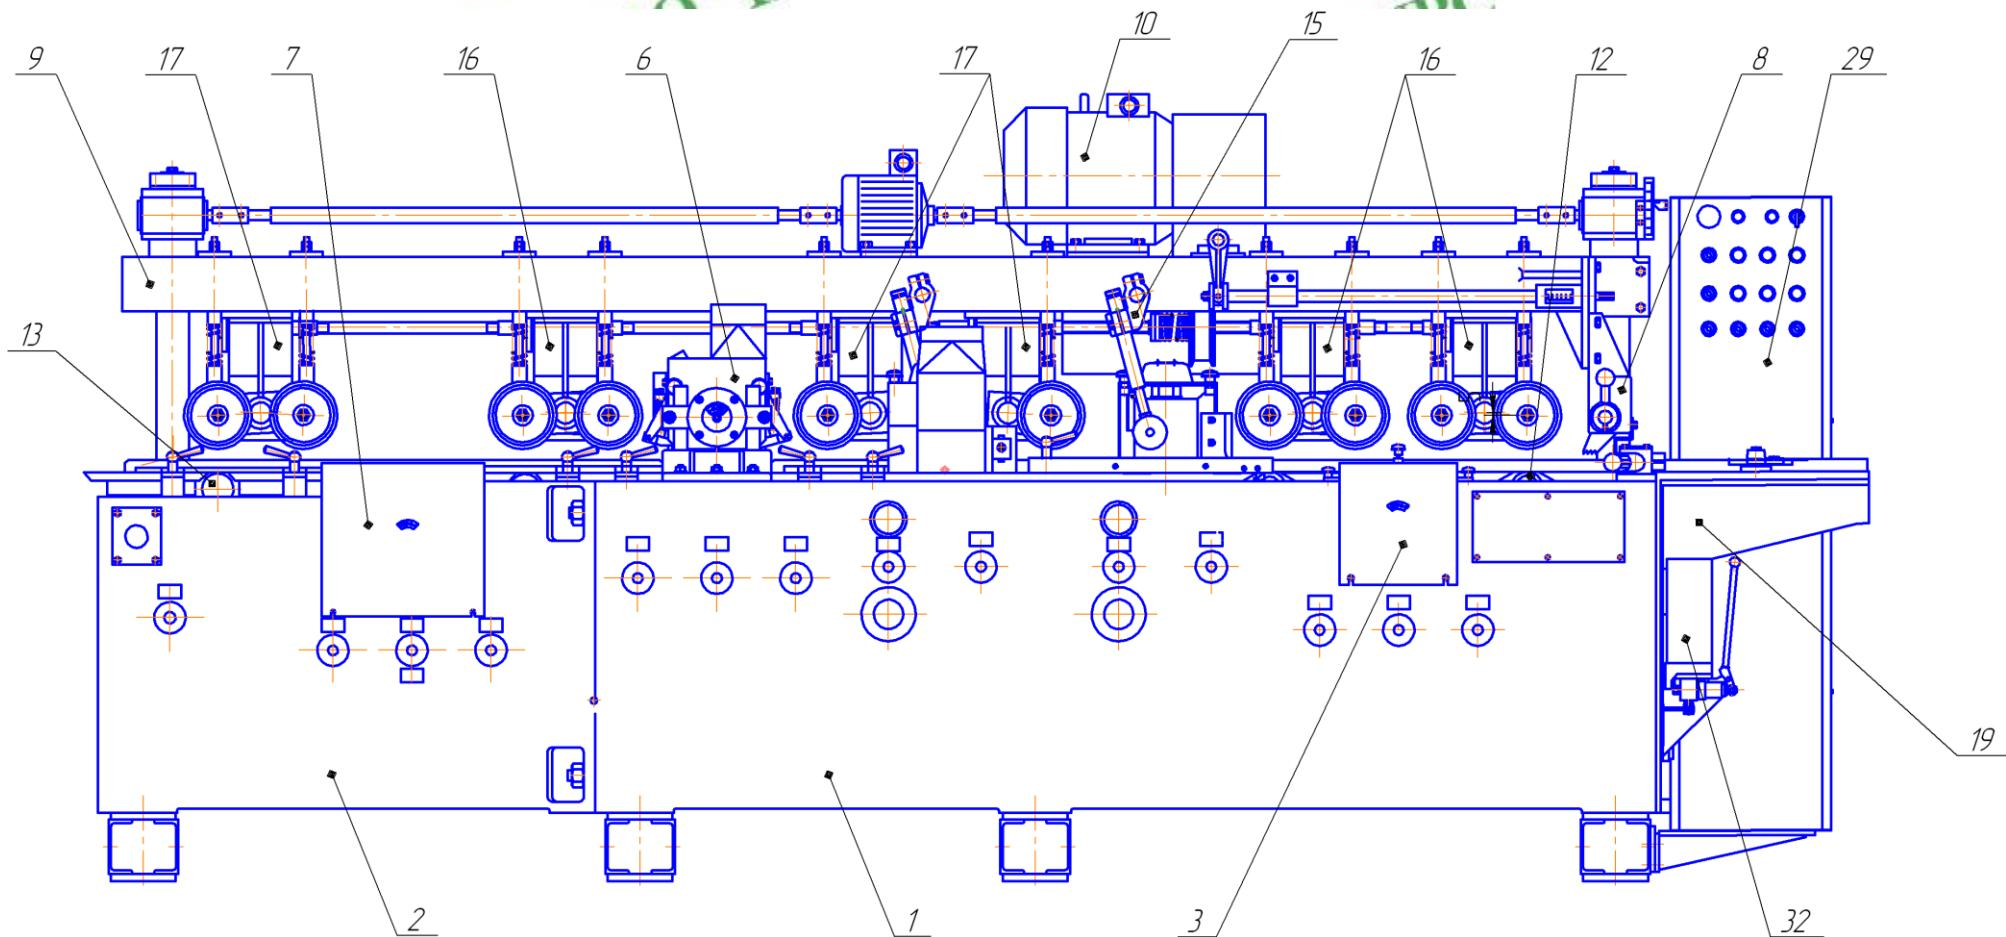

Рис.3 Расположение составных частей станка.
Общий вид и основные части станка показаны на рис. 3 и 4, перечень составных частей представлен в табл.5
* На рис. 3 и 4 не показаны.